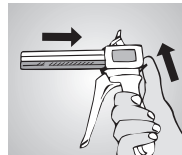
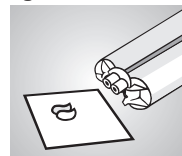

Fig. 2
Fig. 3
L'applicazione della resina avviene con l'aiuto del sistema Automix2 (Fig. 2). Dopo l'inserimento della cartuccia nella pistola-dispenser, togliere la chiusura della cartuccia. Spingere fino a fare uscire una piccola quantità di materiale uniforme da ambedue le aperture (Fig. 3). Inserire la cannula di miscelazione sulla cartuccia osservando le guide poste su di essa. Bloccare girando l'una contro l'altra (Fig. 4). Il dosaggio adesso può avvenire individualmente. Dopo l'uso lasciare la cannula di miscelazione sulla cartuccia fino al prossimo impiego. Utilizzare esclusivamente le cannule di miscelazione 1:1 blu courts!
- Per garantire una miscela omogenea: Prima dell'inserire la cannula di miscelazione, **sempre** fare uscire una piccola quantità di materiale, fino ad ottenere un **flusso omogeneo** della base e del catalizzatore **dalle due aperture** della cartuccia (Fig. 3).